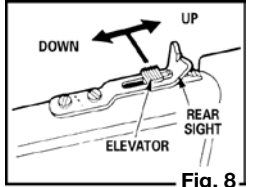

Fig. 8
- Déplacez l'élevateur de la mire arrière vers l'avant pour que les BB ou les plombs soient tirés plus bas sur la cible. Lorsque vous déplacez l'élevateur, soulevez légèrement la mire arrière d'une main et déplacez l'élevateur de l'autre main avant de la réinstaller dans l'encoche désirée. (Fig. 8)